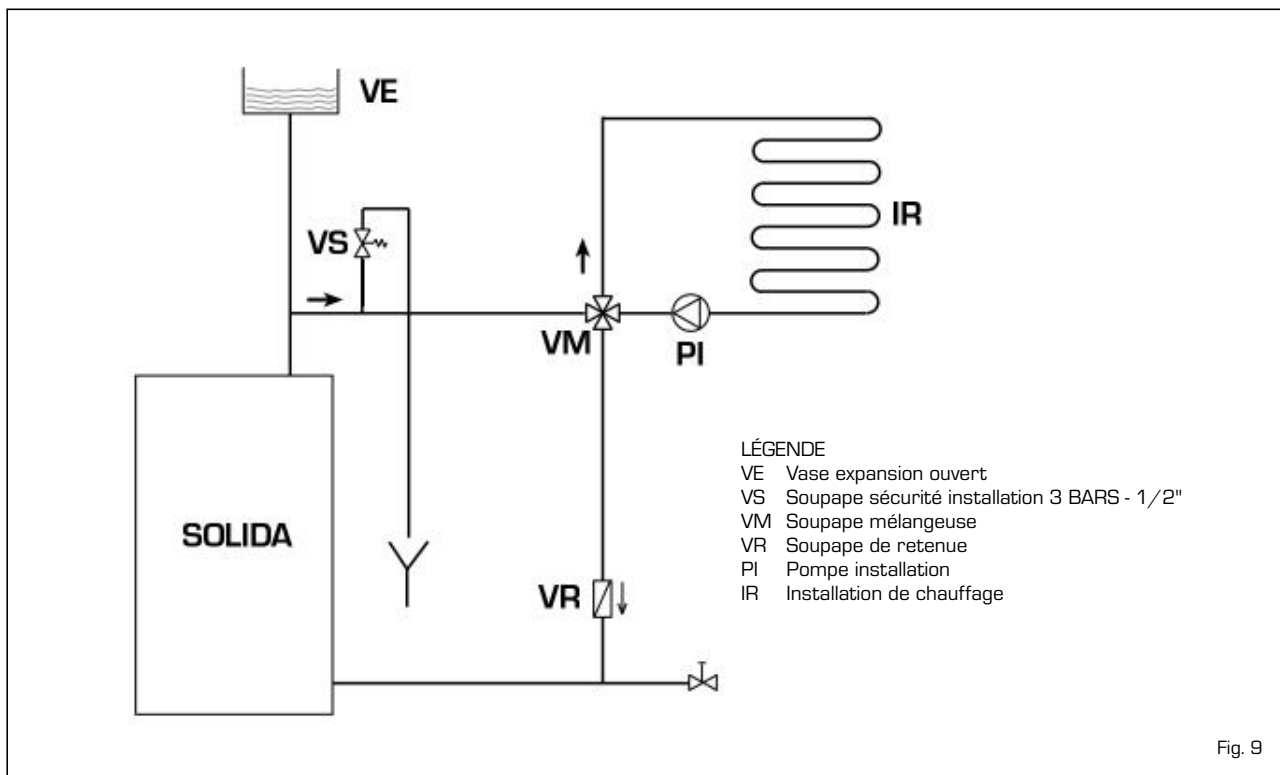

Fig. 9
##### 4.8.1 Installation avec vase d'expansion ouvert (fig. 9)
- L'installation à laquelle est branchée la chaudière doit être de préférence avec un système à vase d'expansion de type ouvert (fig. 9).